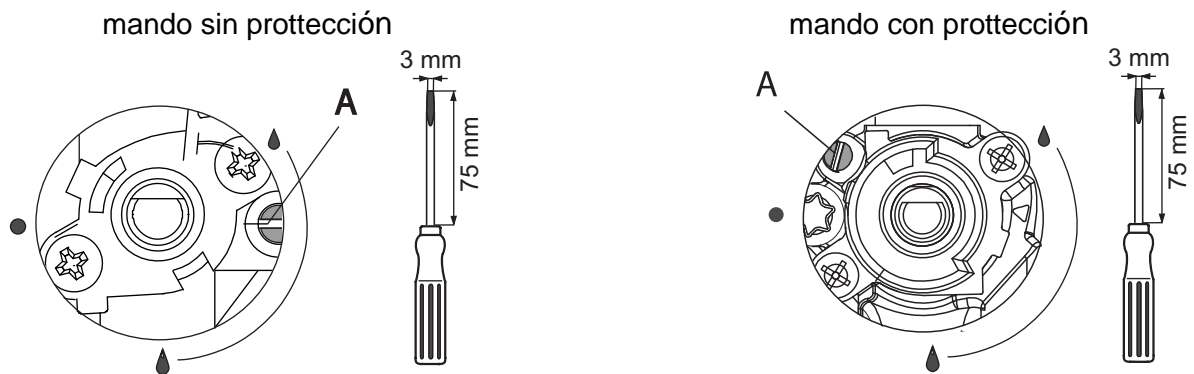

Fig. 10
- introduzca el destornillador en el agujero "A" o en el agujero en la espiga "B" (según el tipo de grifo, véase fig. 10) y gírelo, observando la llama del quemador. Regule la altura de la llama de manera que la llama no se apague por una corriente de aire ligera o al pasar rápidamente de la llama grande  a la económica  y  al revés. El ajuste se puede dar por correcto cuando el núcleo de la llama tenga una forma de cono de color verde azul y de altura de 2-4mm, en el caso de que haya oscilaciones visibles de presión de gas en la instalación de alimentación de gas, la llama económica se ajustará para la presión baja de la instalación, de forma que el quemador no se apague durante su utilización normal.